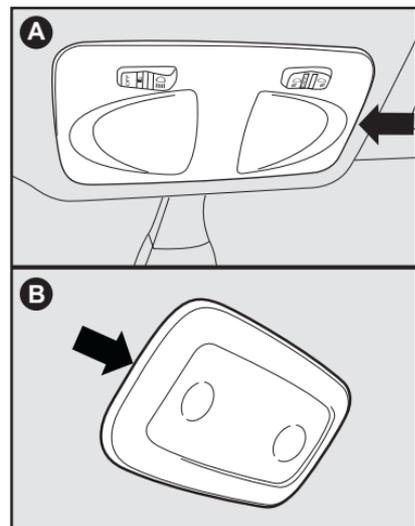
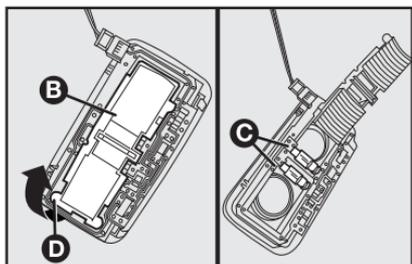

fig. 30
fig. 31
- Utilizando un destornillador (no suministrado) en los puntos indicados por las flechas **fig. 30**, quite la consola de techo completa que está fijada a presión;
- Para la lámpara **A-fig. 30**, abra la tapa, en el sentido indicado por la flecha **fig. 31**;
- Saque la lámpara **C-fig. 31** y sustitúyala y luego cierre la tapa **B-fig. 31**;
Algunas versiones pueden presentar otro tipo de conjunto de luz interna, como el representado en **B-fig. 30**;